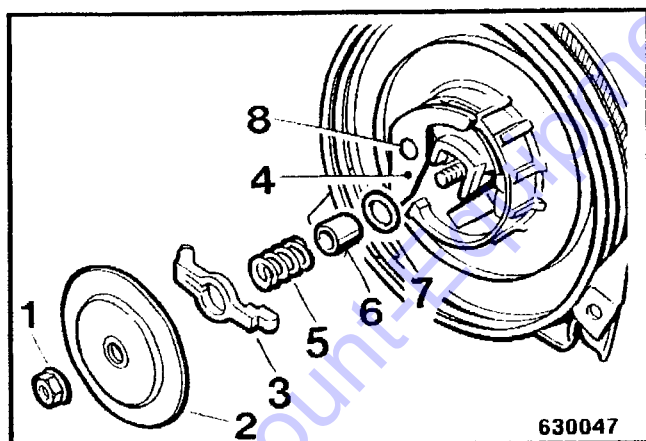

Fig. 2
- Unscrew the hexagon nut 1 (Fig. 2).